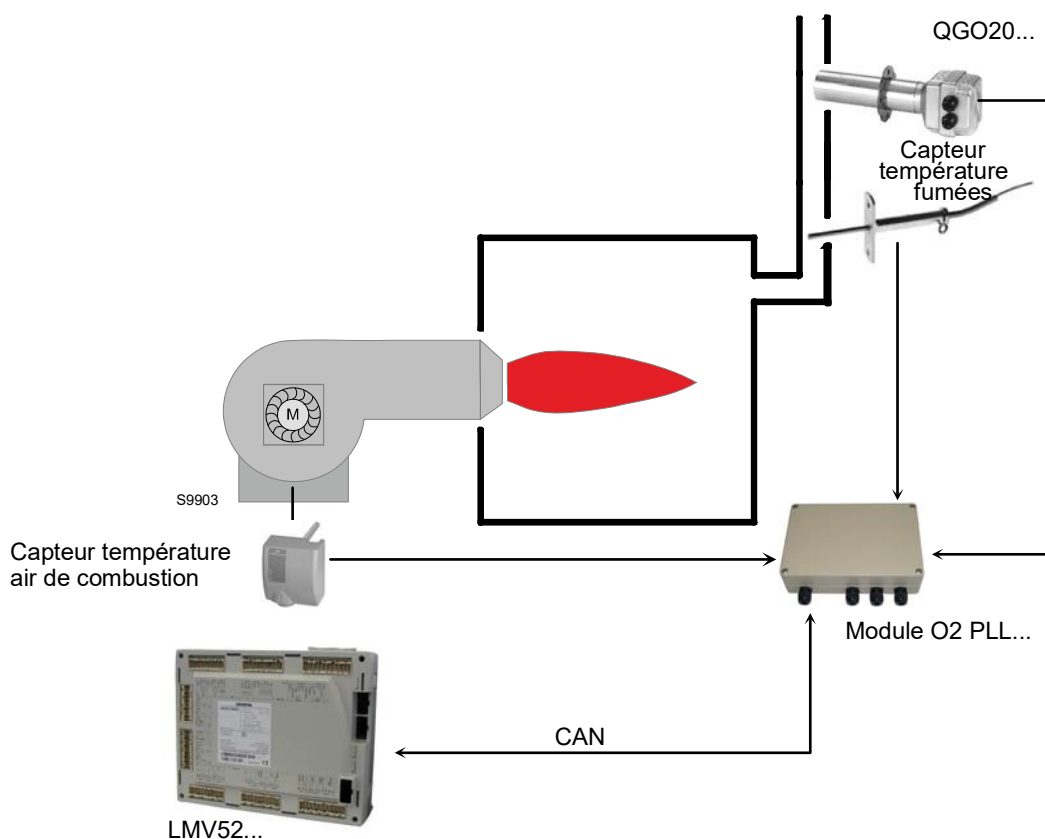

Fig. 29
**Vous trouverez ci-dessous un schéma générique du système (Fig. 29).**